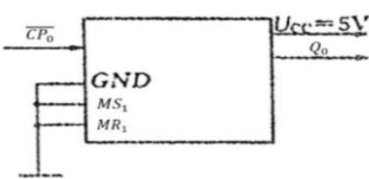

图 5.2 二进制计数器
- (1) 二进制计数:如图 5.2 所示， \overline{CP}_0 作为计数脉冲输入端, Q_0 作为输出端。